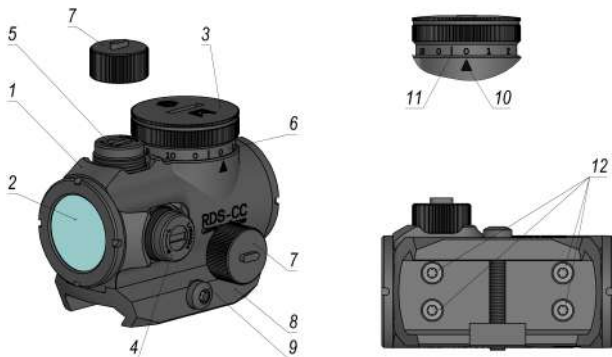

Рисунок 1 – Устройство прицела коллиматорного RDS-CC
При установке на оружие прицел фиксируется винтом (9) (см. рисунок 1).
Включение и регулировка яркости прицельной марки производится поворотом рукоятки (6) из положения «0» по часовой стрелке от минимального уровня яркости «1» до максимального «10» или из положения «0» против часовой стрелки от максимального «10» до минимального «1» в зависимости от того, с какой стороны от метки (10) на корпусе расположен штрих (11) (см. рисунок 1). Между смежными положениями «0» рукоятки предусмотрен разграничивающий упор.